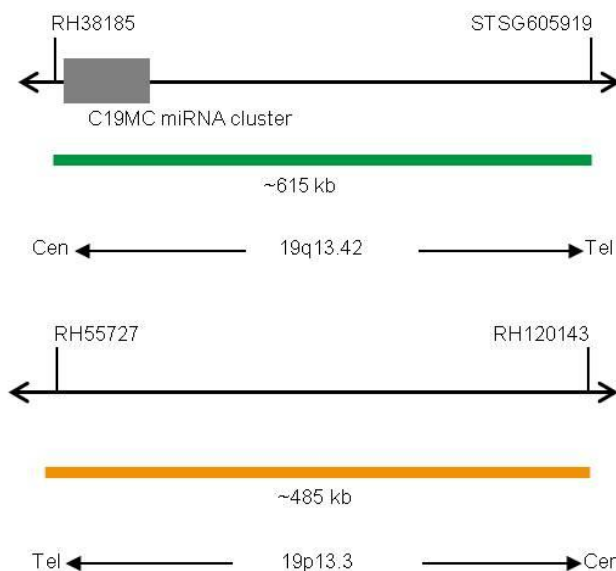

Fig. 1: Cima: SPEC C19MC Mapa da sonda; Baixo: SPEC 19p13 Mapa da sonda (sem escala)
- Polinucleótidos (~10 ng/μl) com marcação ZyGreen (excitação 503 nm/emissão 528 nm), dirigidos ao mapeamento de sequências alvo em 19q13.42* (chr19:54,156,239-54,768,983) contendo o locus C19MC (ver Fig. 1).
- Polinucleótidos (~4.5 ng/μl) com marcação ZyOrange (excitação 547 nm/emissão 572 nm), dirigidos ao mapeamento de sequências alvo em 19p13.3* (chr19:658,555-1,144,465) (ver Fig. 1).